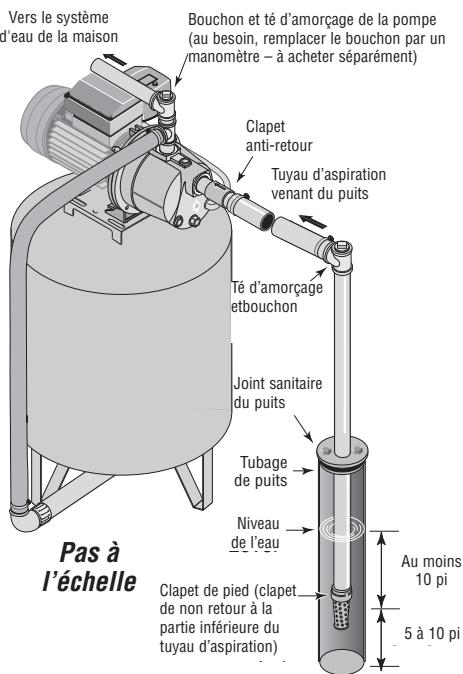

Figure 2 : Installation dans un puits à tubage
INSTALLATION SUR UN PUITS À TUBAGE DE 2 POUCES DE DIAMÈTRE OU PLUS GRAND (VOIR LA FIGURE 2)
- Brancher le clapet de pied, la crépine et le tuyau du puits (voir la Figure 2). S'assurer que le clapet de pied fonctionne librement.
- Poser le té d'amorçage, le bouchon d'amorçage et le tuyau d'aspiration sur la pompe (voir la Figure 2). Brancher le tuyau provenant du puits sur l'orifice d'aspiration de la pompe en utilisant le moins possible de raccords - en particulier des coudes - étant donné que les raccords augmentent le frottement de l'eau dans les tuyaux (il faut toutefois ajouter un clapet de pied - voir la Figure 2). Le diamètre du tuyau d'aspiration doit être au moins aussi grand que le diamètre de l'orifice d'aspiration de la pompe. Utiliser du ruban téflon ou de la pâte pour raccords filetés à base de téflon sur les raccords filetés. Supporter le tuyau de façon qu'il ne soit pas cintré afin qu'il n'exerce pas de contraintes sur le corps de la pompe; de plus, il doit être légèrement incliné vers le haut, du puits jusqu'à la pompe (les points hauts risquent de causer des poches et des bouchons d'air dans la pompe). Rendre étanches les raccords du tuyau d'aspiration avec du ruban téflon ou une pâte pour raccords filetés à base de téflon. Les raccords doivent être étanches à l'air et à l'eau. ***Si le tuyau d'aspiration aspire de l'air, la pompe ne pompera pas l'eau du puits.***